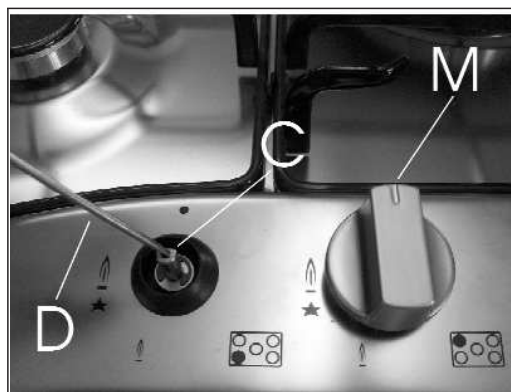

FIG. 13
- Enlever le bouton "M" (fig. 13) du robinet fixé par une simple pression sur la tige de ce dernier.
- Introduire un petit tournevis "D" dans le trou "C" (fig. 13) et tourner vers la droite ou vers la gauche la vis d'étranglement jusqu'à ce que la flamme du brûleur soit correctement réglée au "Minimum".